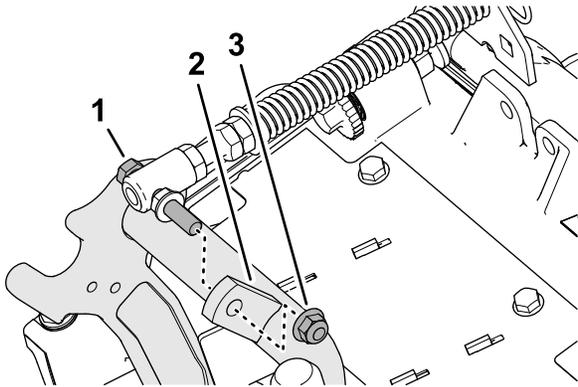

图 19
3. 拆下将草坪补偿弹簧的平头螺丝固定到承载架右侧凸耳的凸缘锁紧螺母 $\frac{3}{8}$  英寸然后从滚刀组上拆下补偿弹簧图 19。